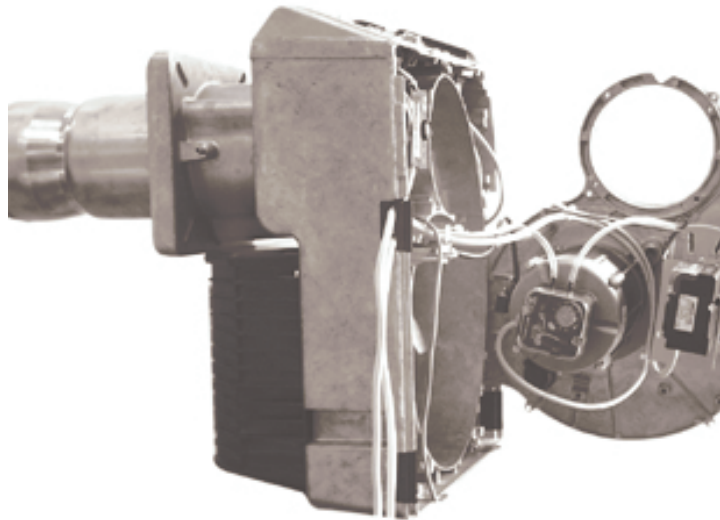

Fig. 20c
- Enganchar la placa de los componentes tal como se muestra en la Fig. 20c.